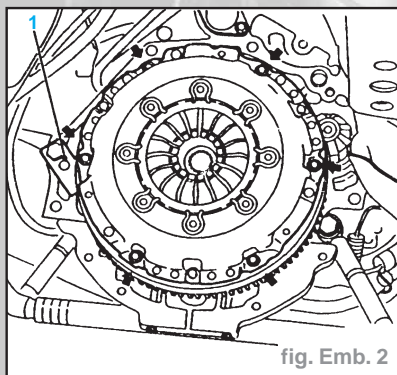

fig. Emb. 2
- Monter le support du volant-moteur **KM-652** (1) pour éviter que le volant-moteur ne tourne (fig. Emb. 2).